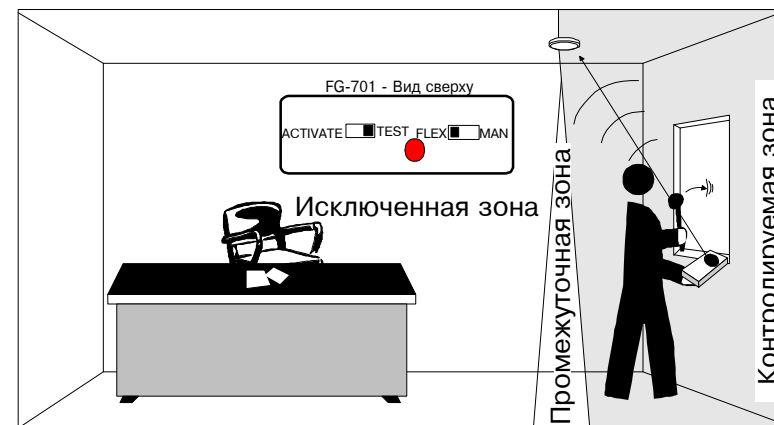

Рис. 17.
5. Подайте сигнал изгиб, аккуратно ударив по стеклу нетвердым предметом. Имитатор издаст сигнал звук (разрушения стекла) (см. рис. 17). При правильном приеме сигналов изгиб и звук, на извещателе должен загореться красный светодиод.